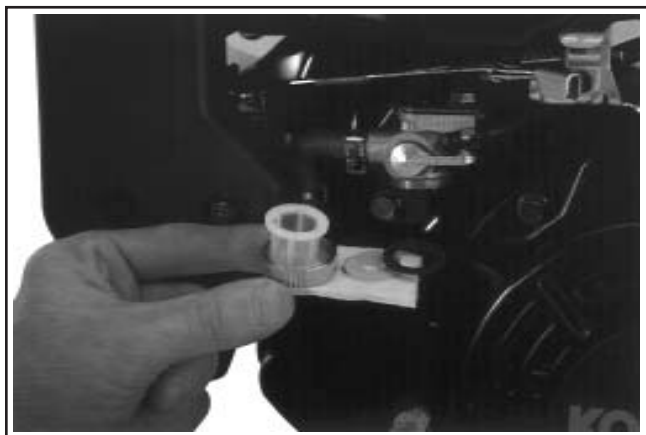

Figure 11-113. CS8.5 (spéc. 95xxxx). Détails de la soupape d'arrêt.
3. Si la soupape d'arrêt a été retirée ou révisée séparément, la remonter et la fixer au support de fixation. Serrer la vis de fixation supérieure au couple de **8-12 N·m (71-106 in. lb.)**. Voir la figure 11-113.